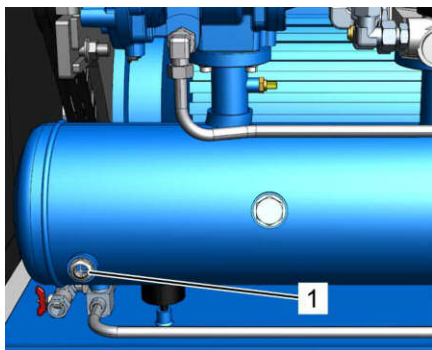

Рис. 30: Проверка уровня охлаждающей жидкости через смотровое отверстие
7. Проверьте уровень охлаждающей жидкости через смотровое отверстие (Рис. 30/1) и при необходимости долейте охлаждающую жидкость, как описано в Глава 8.4.2 «Проверка уровня охлаждающей жидкости / доливка охлаждающей жидкости» на странице 87.